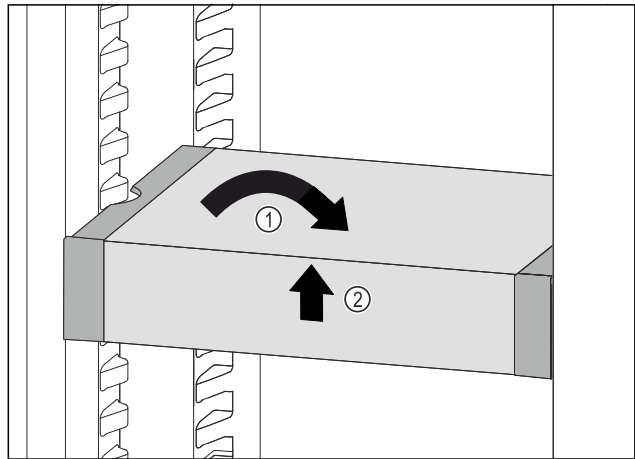

Fig. 80
- ▶ VarioSafe gerade stellen. Fig. 80 (1)
- ▶ VarioSafe vorne anheben. Fig. 80 (2)